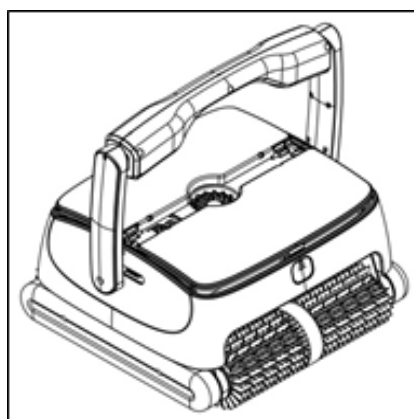

Bild 2
- b. Höljets ovansida sticker automatiskt upp (se bild 2)